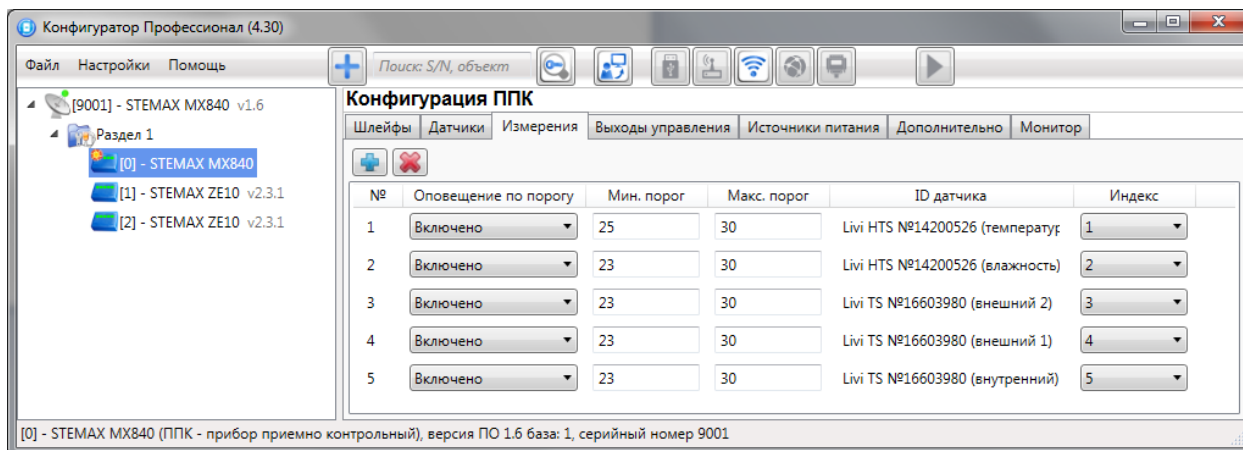

Рисунок 4.41 – Окно *Список найденных датчиков*
- 2) На вкладке «Измерения» нажмите кнопку  в верхнем левом углу (см. рисунок 4.41).
Настройка параметров работы с зарегистрированными сенсорами выполняется в таблице с описанными ниже столбцами (см. рисунок 4.41).
Для удаления канала измерения из конфигурации выделите его в списке и нажмите кнопку  в верхнем левом углу вкладки (см. рисунок 4.41).